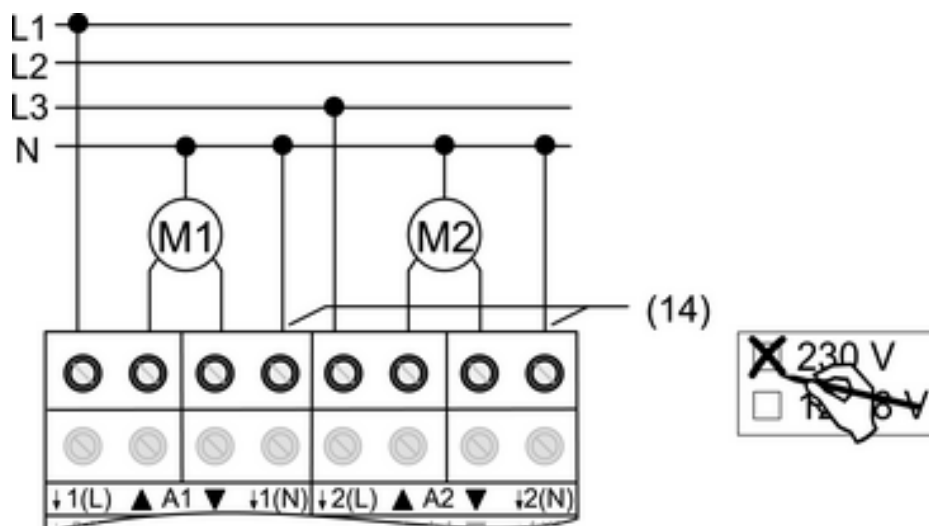

Figure 7
- Raccorder le moteur (figure 7).
- Raccorder le conducteur N du moteur respectif aux bornes du conducteur N (14) (figure 7). Prêter attention au câblage FI.
- Signaler l'utilisation **230 V** sur l'étiquette (figure 7).